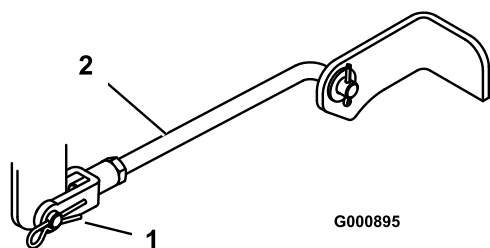

Figure 47
5. Enlevez la goupille fendue et l'axe de chape des tourillons avant (Figure 47).
- Fixez les tiges de tourillons avant à la machine à l'aide des axes de chape et des goupilles fendues (Figure 47).